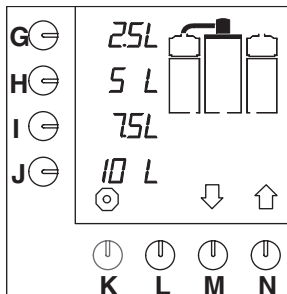

Fig. 6 Beginscherm
- Het indicatielampje in de schakelaar gaat branden. De standaard keuzemogelijkheden verschijnen in het display (fig. 6).